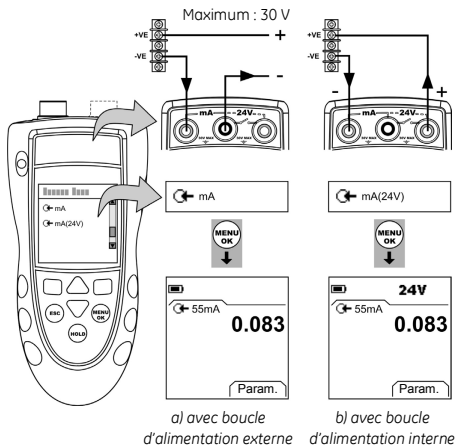

Figure 7 : Exemple de configuration - Mesure de courant (mA)
1. Connecter l'instrument (Figure 7) et, si nécessaire, régler la *Configuration* (Tableau 1).
1. DPI 802/802P seulement. Raccorder l'instrument à l'équipement d'étalonnage (Figure 7).